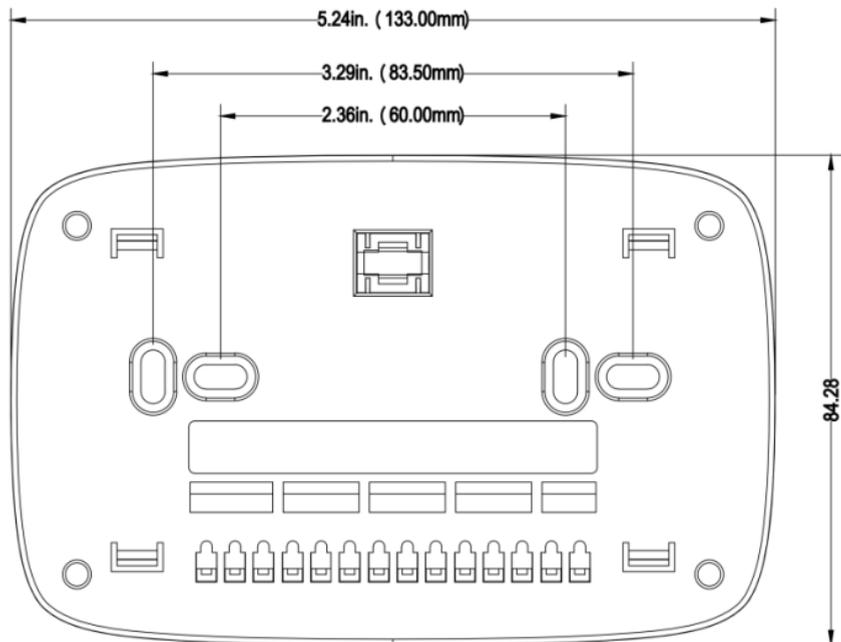

Fig. 3 Lakepro-1 Dimensiones de la placa para conexiones del Lakepro-1 en pulgadas (mm)
3. Lakepro-1 Dimensiones de la placa para conexiones. Ver Fig. 3.